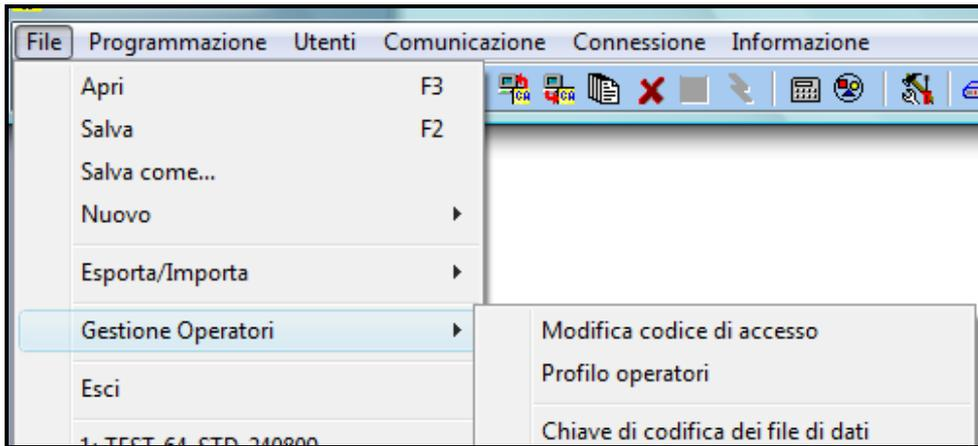

Figura 5. Funzioni relative all'accesso al programma DLOADX.
1. Nel menu FILE scegliere il sotto-menu GESTIONE OPERATORI e quindi MODIFICA CODICE DI ACCESSO (vedi Figura 5).